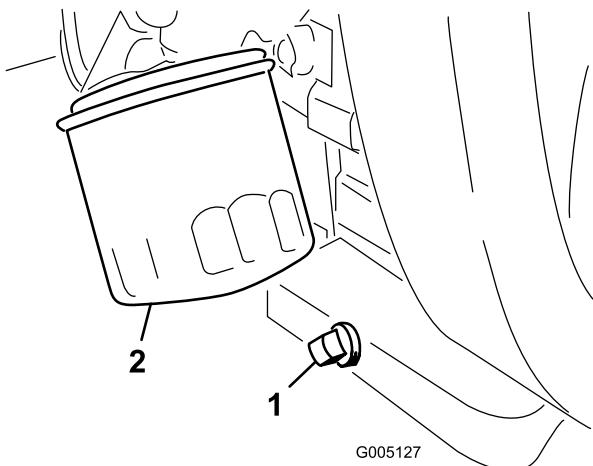

図 43
1. ドレンプラグ (図 43) を外してオイルを容器に受ける。オイルが抜けたらドレンプラグを取り付ける。
2. オイルフィルタ図 43を外す。新しいフィルタのガスケットに薄くエンジンオイルを塗る。